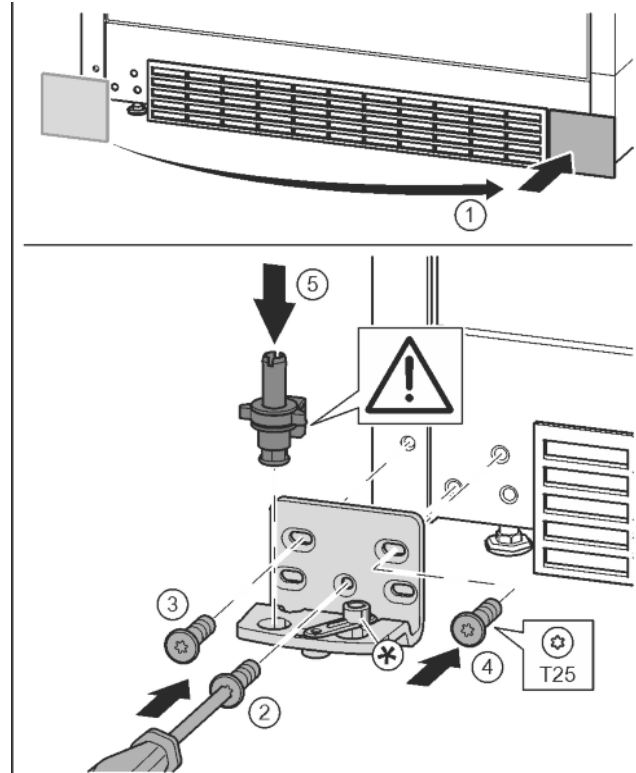

Fig. 14
- ▶ Sejměte kryt a připevněte jej na druhé straně. Fig. 14 (1)
- ▶ Nasadíte stojan ložiska na druhé straně a přišroubujte pomocí šroubováku T25. Začněte šroubem 2 dole uprostřed. Fig. 14 (2)
- ▶ Pevně utáhněte šroub 3 a 4. Fig. 14 (3, 4)
- ▶ Zcela vložte ložiskový čep. Přitom dávejte pozor, aby zajišťovací vačka směřovala dozadu. Fig. 14 (5)